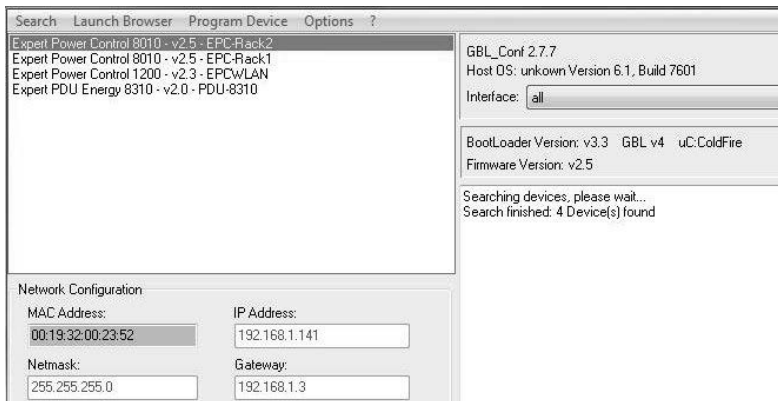

Fig. 2. Todos los dispositivos encontrados en el programa de configuración GBL\_Conf.
- ① Abra GBL\_Conf. Entonces, todos los dispositivos encontrados en la red aparecen en la ventana izquierda, tal como se muestra en la Fig. 2.
- ② Haga un doble clic en el nombre del dispositivo. Se le enlazará automáticamente con la interfaz web del dispositivo en su navegador web.